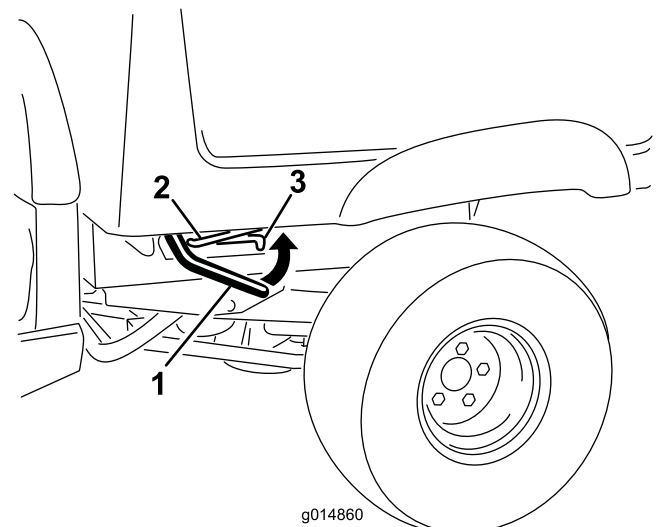

Figura 19
1. Levante la palanca de enganche situada en cada lado de la plataforma, cerca de la esquina delantera, y eleve la plataforma (Figura 19).
2. Sujete la plataforma de carga colocando la varilla de sujeción en la muesca situada al final de la ranura situada en el lado izquierdo del bastidor de la máquina (Figura 19).
1. Eleve la plataforma un poco tirando hacia arriba de la palanca de enganche (Figura 19).
2. Extraiga la varilla de sujeción de la muesca de la ranura (Figura 19).
3. Baje la plataforma hasta que se enganche firmemente en su sitio (Figura 19).